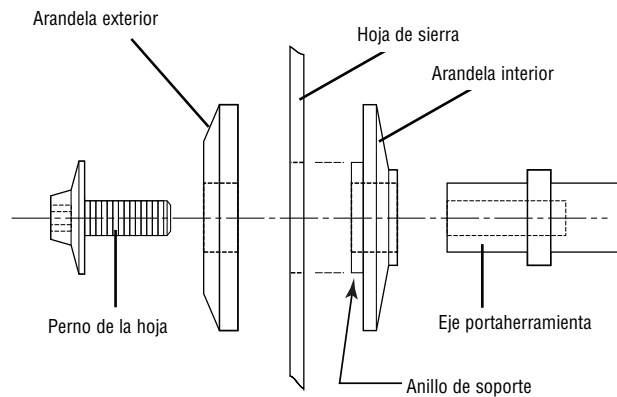

Figura 5. Herrajes de la hoja
3. Retire el perno de la hoja y la arandela exterior. Agarre cuidadosamente la hoja. Deslice la hoja alejándola de la arandela interior y separándola del eje portaherramienta y luego hacia abajo y alejándola de la sierra. Deje la arandela interior en el eje portaherramienta (vea la figura 5).